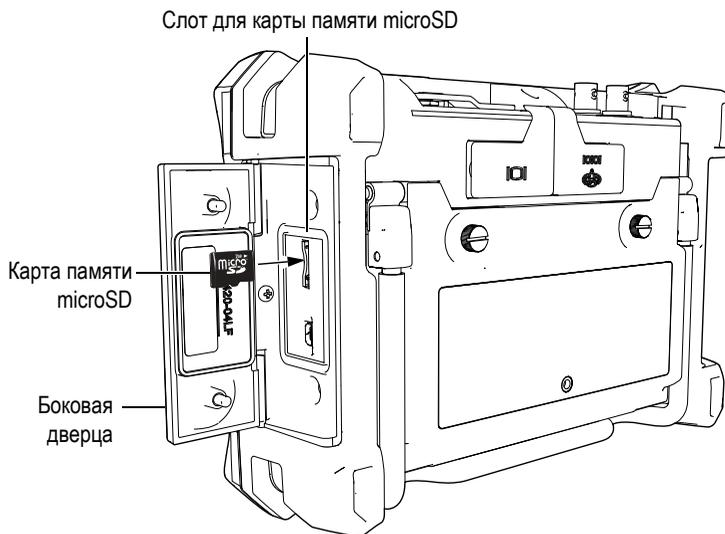

Рис. 1-19 Установка карты памяти microSD
2. Ослабьте крепежные винты (2) и откройте защитную крышку разъемов (см. Рис. 1-19 на стр 41).